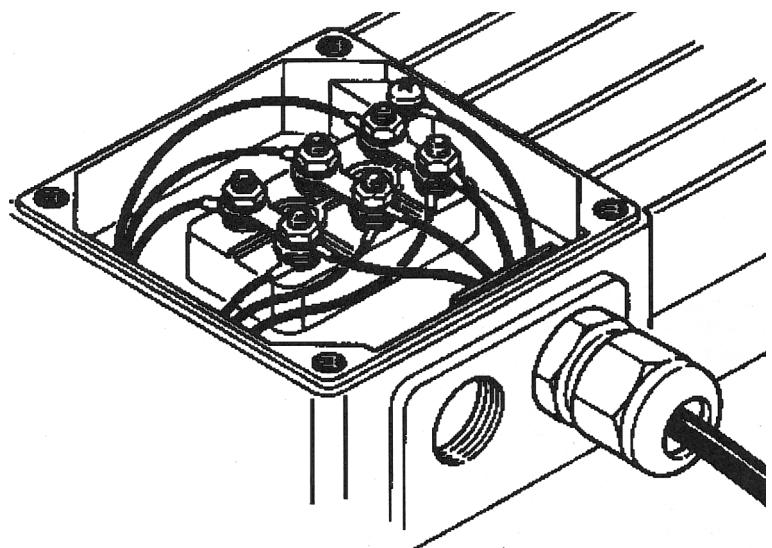

Fig. 4 / Bild 4
- In apparecchi con motori trifasici si dovranno collocare in maniera corretta i ponti di collegamento degli avvolgimenti del motore (vedere fig. 4 - 5, pag. 39).